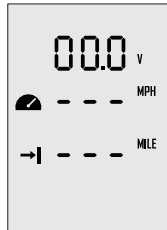

Abb. 6-1
Schritt 1: Im eingeschalteten Zustand drücken Sie die „M“ Taste ca. 2 Sekunden, um zu den benutzerdefinierten Einstellungen zu gelangen (siehe Abb. 6-1). Der Benutzer kann nach seinen Vorlieben die Anzeigooptionen auswählen.
Schritt 2: Im Menü der benutzerdefinierten Einstellungen wird die momentan einzustellende Option blinkend dargestellt. Durch Drücken der „^“ Taste können Sie die anderen Optionen dieser Einstellung sehen. Beispiel: Wenn in Abb. 6-1 „V“ blinkt, bedeutet es, dass Sie an dieser Stelle andere Optionen auswählen können. Durch Drücken der „^“ Taste wird die Anzeige von „V“ auf „%“ gewechselt. D. h. anstatt der Spannung wird der Batteriestand angezeigt.